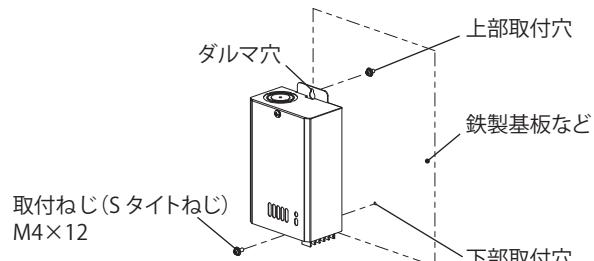

図4 取付
3. 本製品のダルマ穴を、2. で準備した取付ねじに引掛けた後、下部取付穴(M4 または φ3.8 抜き穴)へ取付ねじ(S タイトねじ)M4×12 にて固定してください。(図4)